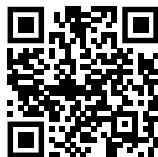

Fig. 84
- Откройте Liebherr SmartMonitoring Dashboard. (см. Fig. 84)